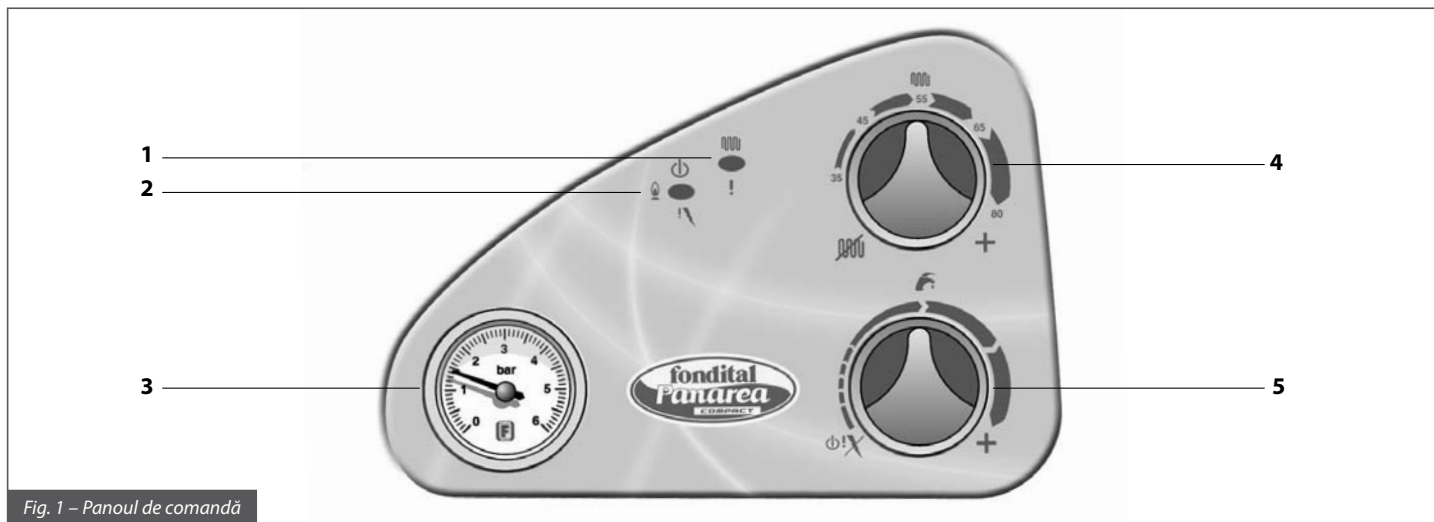
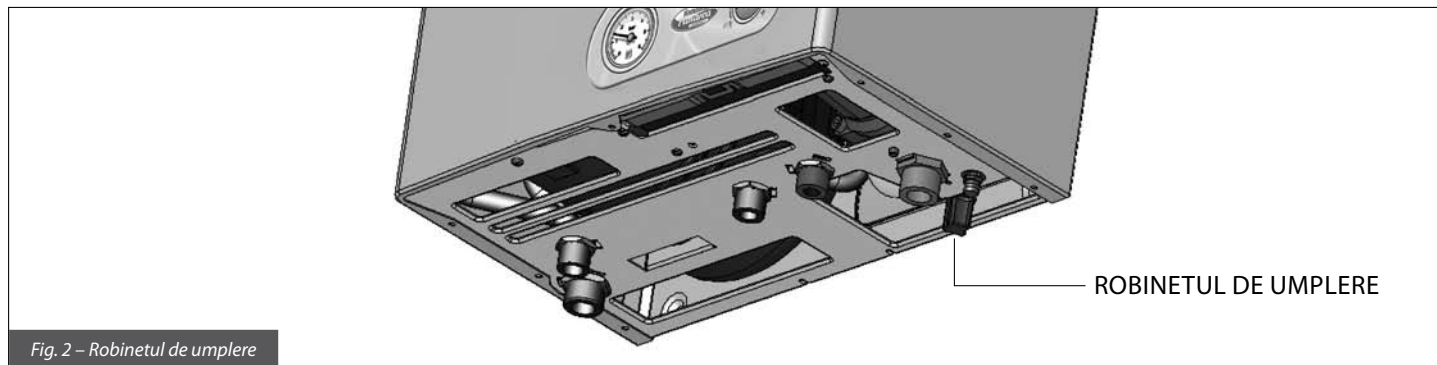

Fig. 1 – Panoul de comandă
Fig. 2 – Robinetul de umplere
- Puneți comutatorul electric din partea de sus a centralei în poziția ON (indicatorul 2 va lumina verde – fig. 1);
- Alegeți regimul de lucru al centralei cu ajutorul manetei 4 (fig. 1);
- Cu ajutorul manetei 4 fixați temperatura dorită a agentului termic în sistem (fig. 1);
- Fixați temperatura ACM cu ajutorul manetei 5 (fig. 1);
Atunci când se blochează arzătorul, indicatorul luminiscent **2** (fig. 1) se aprinde în culoarea roșie. Dacă s-a întâmplat aceasta, atunci procedați astfel:
- convingeți-vă că există gaz în conductă, blocați arzătorul rotind maneta **5** (fig.1) în poziția **X** pentru câteva secunde. Dacă centrala nu pornește nici la a treia încercare, trebuie să apelați neapărat la un centru de asistență tehnică sau la un specialist. Dacă acest lucru se repetă regulat, trebuie să apelați la un centru de asistență tehnică sau la un specialist pentru a efectua o revizie tehnică a echipamentului.
Atunci când sistemul de încălzire se supraîncălzește, indicatorul luminiscent **1** (fig.1) se va aprinde intermitent în culoarea roșie. În acest caz trebuie să apelați la un centru de asistență sau la un specialist pentru a efectua o revizie tehnică a echipamentului.
În cazul blocării centralei la pornirea releului de siguranță a presiunii, indicatorul luminiscent **1** (fig.1) se va aprinde intermitent în culoarea galbenă. Umpleți sistemul deschizând robinetul de umplere (fig. 2) pe care îl găsiți în partea de jos a centralei lângă racordul de alimentare cu apă. Presiunea în sistemul de încălzire (la rece) trebuie să atingă $1 \div 1,3$ bar.
- deschideți robinetul de umplere al sistemului, rotiți în sens antiorar și țineți-l deschis până când manometrul **5** (fig.1) va indica o valoare a presiunii de $1 \div 1,3$ bar. Închideți robinetul de umplere rotindu-l în sens orar.
Din cauza problemelor legate de evacuarea gazelor de ardere / aspirare a aerului, centrala se blochează. Dacă centrala s-a blocat din acest motiv, atunci indicatorul luminiscent **1** (fig.1) se aprinde în culoarea galbenă. În acest caz trebuie să apelați la un centru de asistență tehnică sau la un specialist pentru a efectua o revizie tehnică a utilajului.
Dacă centrala s-a blocat din cauza renunțării la senzorii de temperatură, atunci indicatorul luminiscent **1** (fig.1) clipește în felul următor: